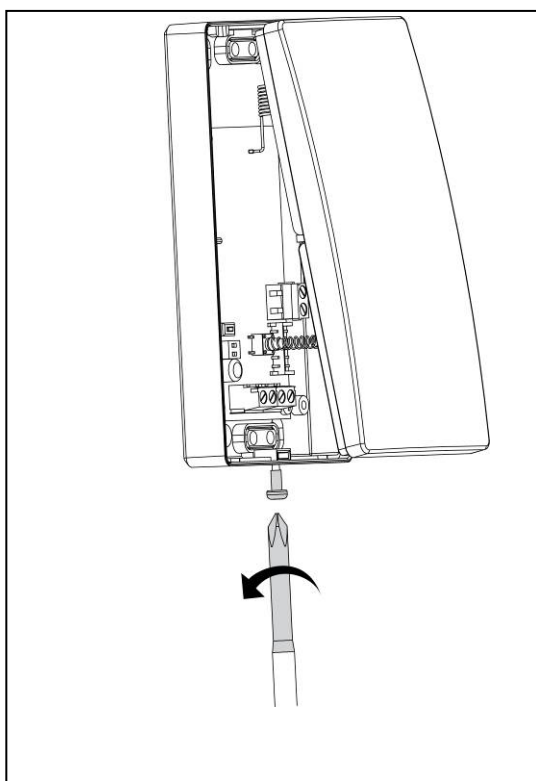

Рисунок 5: Трансивер
2. Открутите винт (см. рис. 5) и снимите крышку.